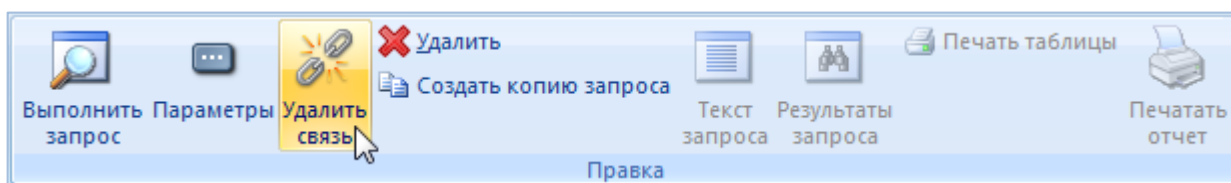

Рис. 7-11 – Кнопка «Удалить связь» панели «Правка»
- 3) Нажать кнопку «Удалить связь» панели «Правка» (рис. 7-11).